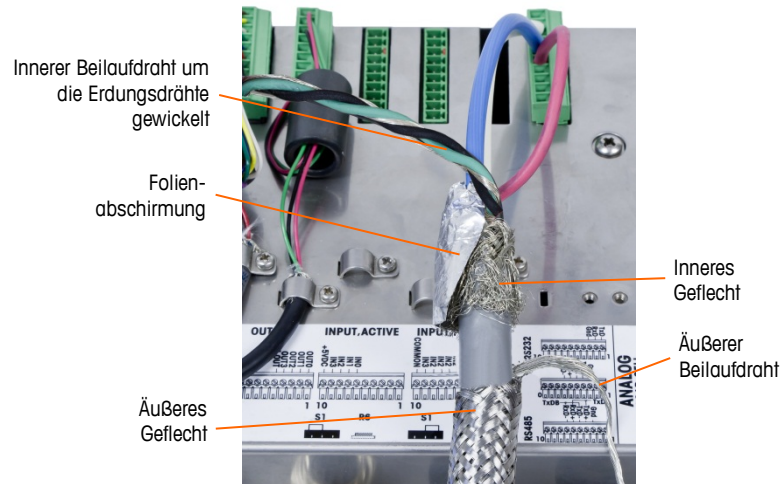

Abbildung 2-67: POWERCELL PDX-Hauptkabel, Frontplattengehäuse
- a. Schieben Sie das äußere Geflecht zurück und falten Sie das zugeschnittene innere Geflecht und die Folienabschirmung gleichmäßig über die Kabelisolierungsummantelung zurück (siehe Abbildung 2-67).